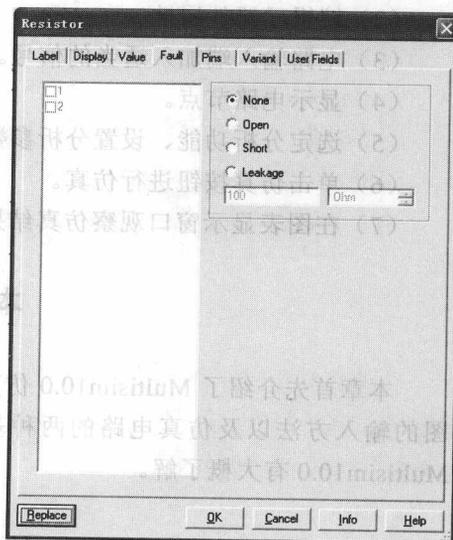

图 1-10 Fault 选项卡
(4) Fault 选项卡。Fault 选项卡如图 1-10 所示，用于设置元件的故障方式。包括 4 个